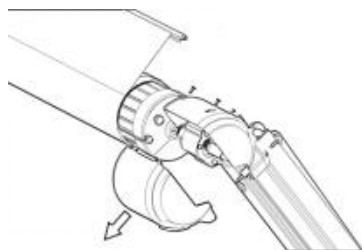

Figure C20
3.7 Ouvrez le cache décoratif situé du côté moteur du bras de pliage (Figure C20)